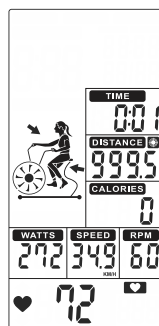

FIGURA 42
- El valor de DISTANCIA preestablecido cuenta regresivamente, TIME, CALORIES, WATTS, SPEED, RPM comienzan a contar. (Figura 42)